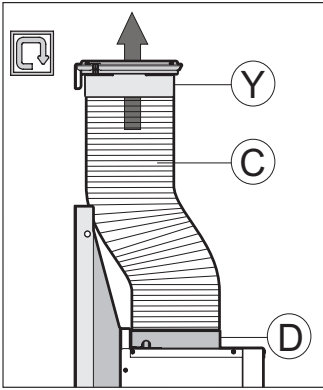

Fig.6
- Se il vostro modello è in **versione filtrante**, prima di fissare il corpo cappa alla struttura, inserire il tubo flessibile **C** (non fornito nel prodotto) alla bocca di uscita aria **D** della cappa e della flangia uscita aria **Y** (fig.6).